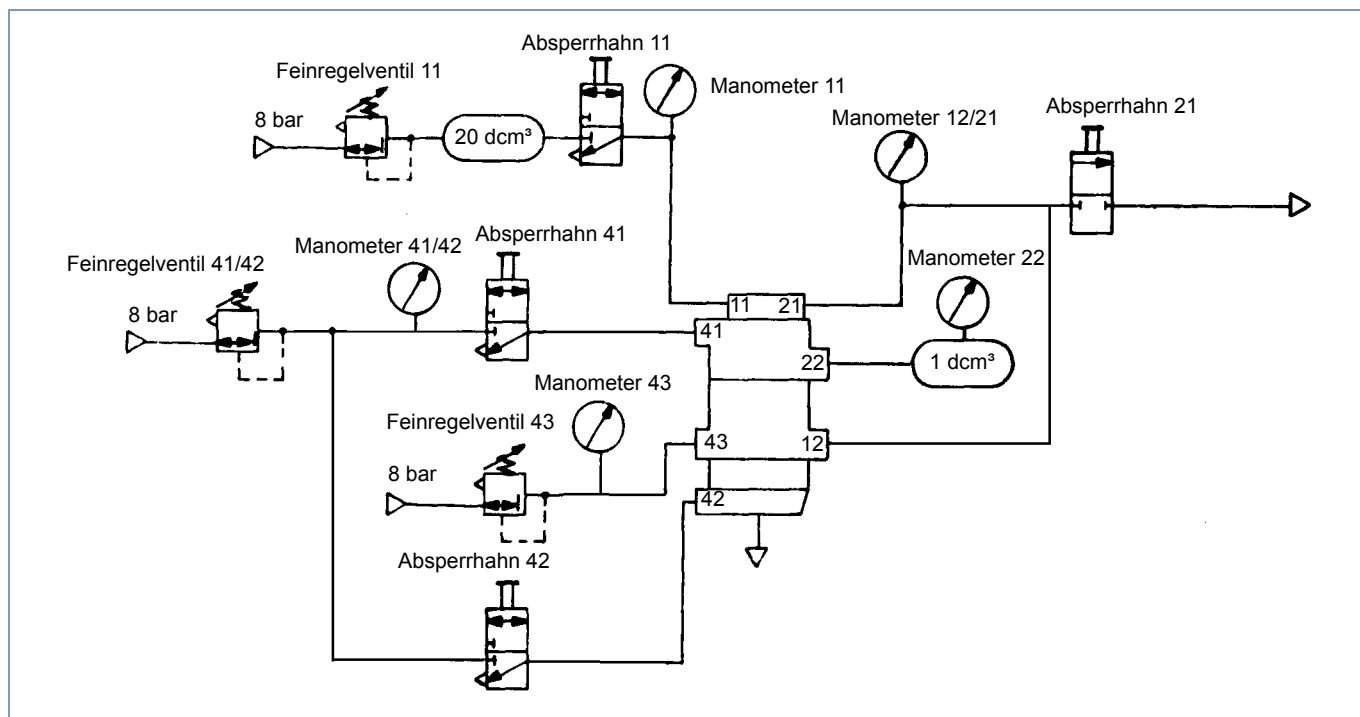

Abb. 3 Prüfschema „Hauptventil“
- Prüfstand 435 197 000 0 oder eine adäquate Prüfvorrichtung (siehe Abb. 3 und 4)
! Wenn Sie den Prüfstand 435 197 000 0 nicht besitzen, müssen Sie das Gerät nach folgendem Prüfschema prüfen (siehe Abb. 3 + 4).